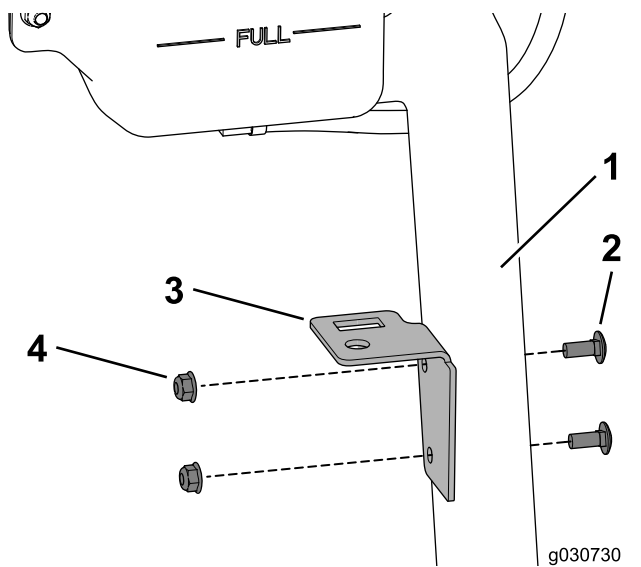

Bild 43
1. Befestigen Sie die Behälterplatte mit zwei Schlossschrauben (5/16" x 3/4") und zwei an der Stütze der Kühlmittelflasche (Bild 43).